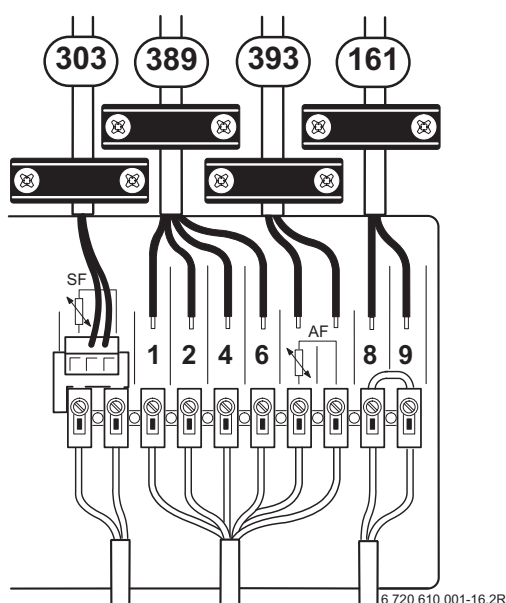

Bild 12
- Heizungsregler an Position (389) anschließen und an Zugentlastung sichern, siehe Bild 12.
- Außentemperaturfühler an Position (393) anschließen und an Zugentlastung sichern, siehe Bild 12.